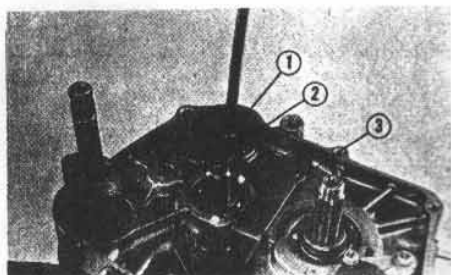

Fig. 50 Schakelas
① Voelmaat
- 5) Demonteer de schakelas. (Fig. 50)